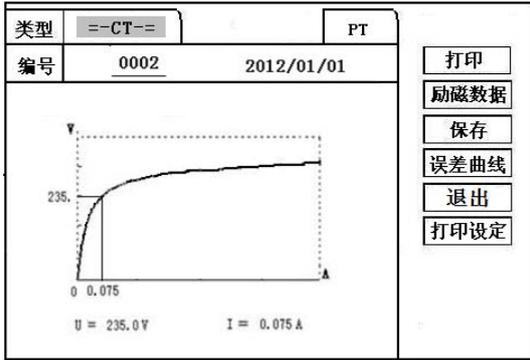

图 6, CT 励磁曲线图
试验时，光标在“**停止**”选项上，并不停闪烁，测试仪开始自动升压、升流，当测试仪检测完毕后，试验结束并描绘出伏安特性曲线图（如图 6）。
试验结束后，屏幕显示出伏安特性测试曲线（见图 6）。该界面上各操作功能如下：
**误差曲线**：在图 6 的界面中，将光标移至“误差曲线”选定后，屏上将显示伏